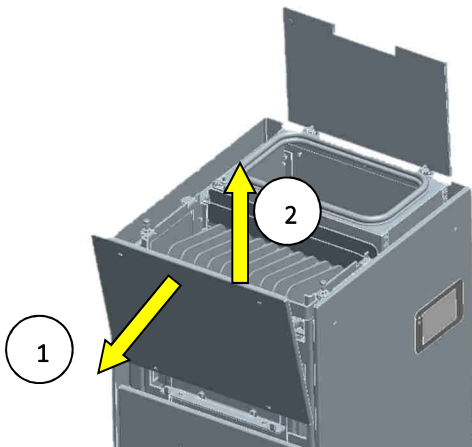

Abb. 10: Obere Frontblende demontieren
2. Die obere Seite der Frontblende nach vorne klappen (1. Abb. 10) und anschließend die Frontblende nach oben hin (2. Abb. 10) entnehmen.